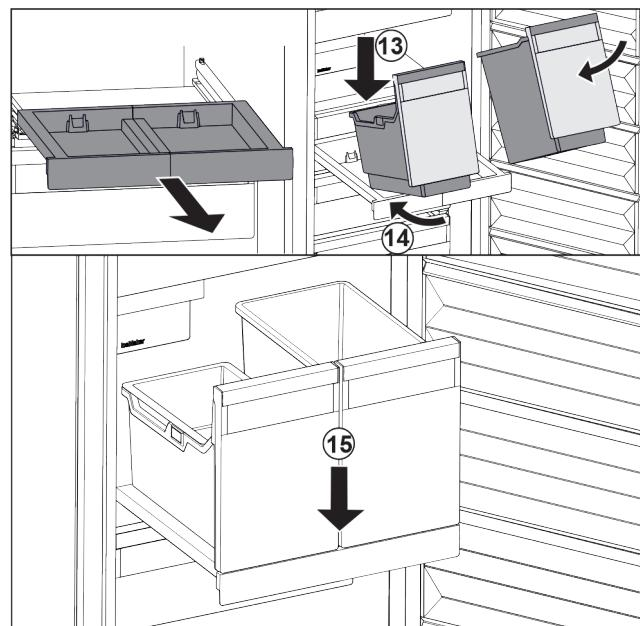

Fig. 123
- ▶ Placer les bacs sur le compartiment coulissant en les inclinant. Fig. 123 (13)
- ▶ Pousser les bacs jusqu'au fond en les inclinant. Fig. 123 (14)
- ▶ Déposer les bacs par l'avant. Fig. 123 (15)